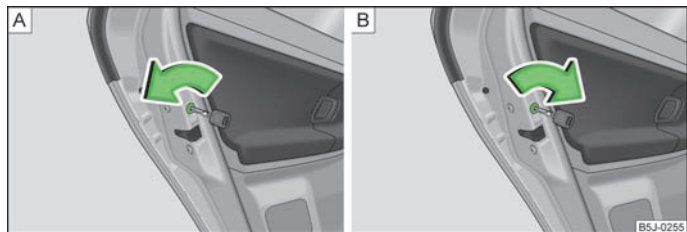

Fig. 10 Enclenchement de la protection pour les enfants : pour les véhicules sans ou avec verrouillage centralisé
- Sur les véhicules sans verrouillage centralisé, faites tourner la fente de la protection vers la gauche sur la porte gauche » fig. 10 - A, vers la droite sur la porte droite.
- Sur les véhicules avec verrouillage centralisé, faites tourner la fente de la protection vers la droite sur la porte gauche » fig. 10 - B, vers la gauche sur la porte droite.